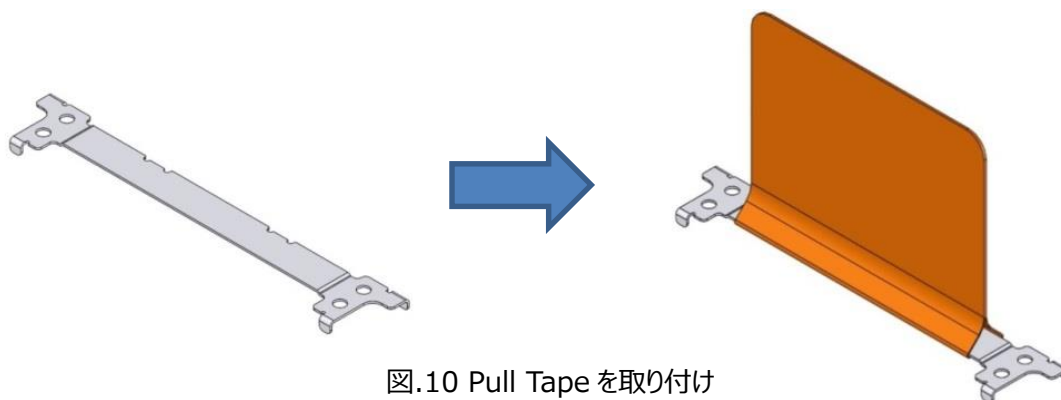

図.10 Pull Tape を取り付け
① 図.10 のように pull tape holder に pull tape を貼り付ける。